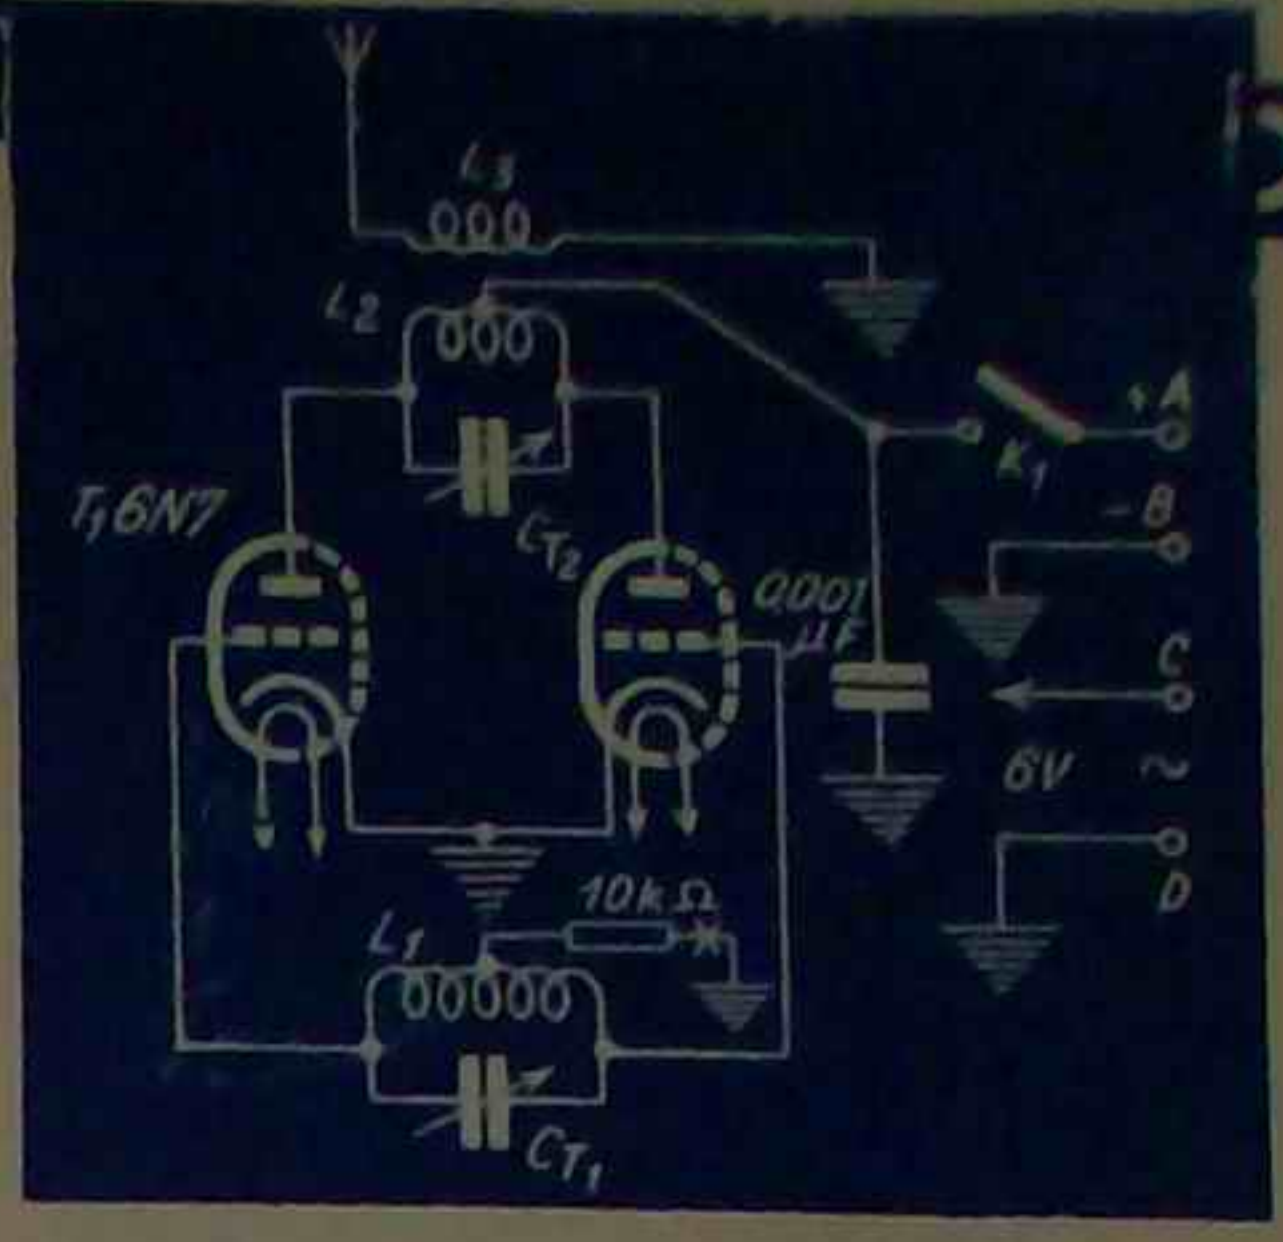

Fig. 1
- Emițătorul. Se alege schema cea mai simplă (fig. 1). Este vorba de